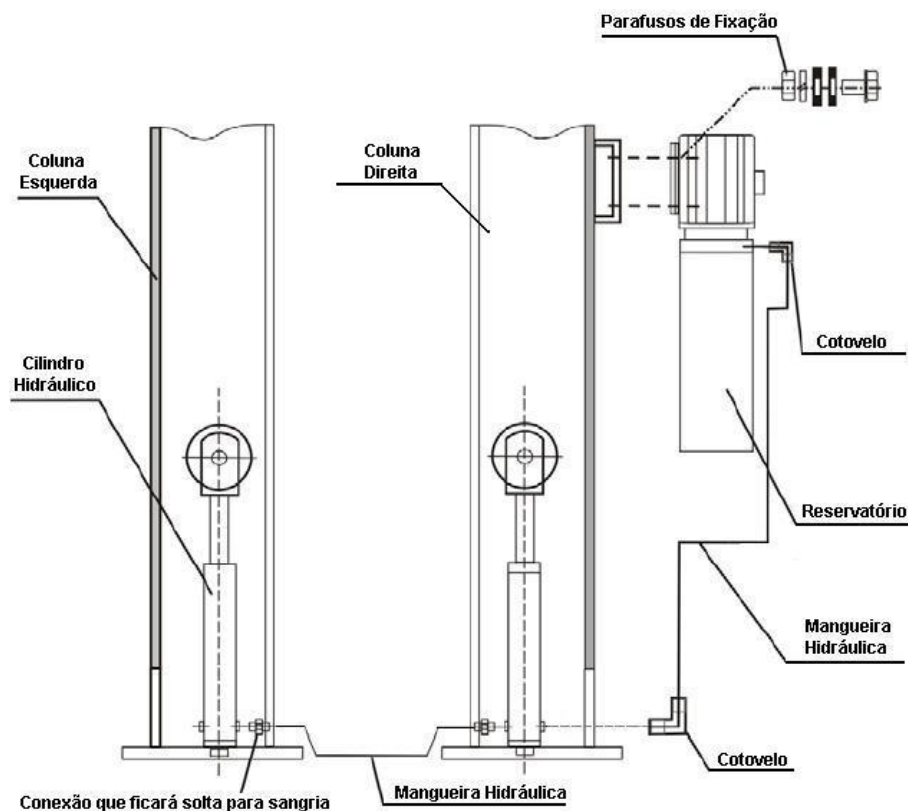

Figura 13
1. Monte a unidade hidráulica na coluna direita (vide Figura 13), apertando bem os parafusos de fixação.
2. Conecte a mangueira mais curta no cotovelo da unidade hidráulica (conforme mostra a Figura 13) e na entrada do cilindro direito.